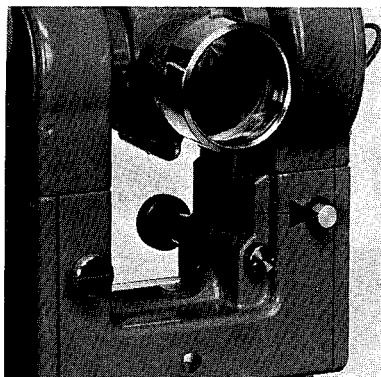

図2：自動補正機構の押しボタン。T2を整準させて、このボタンを押して下さい。
アリダードはT 2 の上部機構であり、この部分は器械軸の周りを回転します。望遠鏡と測微鏡は、T 2 の2本の支柱の間の回転軸の上に取り付けてあります。平盤気泡管⑫は、整準、すなわち器械軸の鉛直設定、に使用します。照明ミラー⑨が取り付けられている左側の支柱には、鉛直分度盤と自動補正機構が内蔵されています。電気式の照明を使うときには、ミラーは差し込み式ランプと交換する必要があります。右側の支柱には、マイクロメーターつまみ⑮とHz/V切り換えつまみ⑳が取り付けられています。切り換えつまみのところの赤線が水平になっていると、水平分度盤が測微鏡の接眼レンズ⑬の中に見えます。その線が鉛直になっていると、鉛直分度盤が見えます。水平分度盤は黄色に見えて、鉛直分度盤は白色に見えます。分度盤の読み取りの焦点を合わせるには、測微鏡の接眼レンズ⑬を回して下さい。水平クランプ⑤と水平微動ねじ②②、鉛直クランプ⑧と鉛直微動ねじ⑥は、望遠鏡を標的に合わせるのに使います。鉛直分度盤は、回転軸の周囲を望遠鏡と一緒に回転します。この分度盤には、天頂での0°から360°まで数字が付けてあります。鉛直分度盤の読み取り値は、天頂角です。整準のときに起きる残差が鉛直分度盤の読み取り値に対して与える影響は、自動補正機構によって排除されます。T 2 の左側の支柱に付いている押しボタン（図2）は、自動補正機構（振子式補正装置）の動作を点検するのに使います。このボタンを押すと、鉛直分度盤の目盛線（測微鏡の上側の窓の中に見えるもの）は、互いに離れるように振れ、つぎに元の位置へ滑らかに戻って止まります。これで、自動補正機構が動作していることを、観測者は確かめることができます。目盛線が滑らかに戻らなくて、停止するまでびくびく動く場合には、T 2 は正しく整準がしてありません。